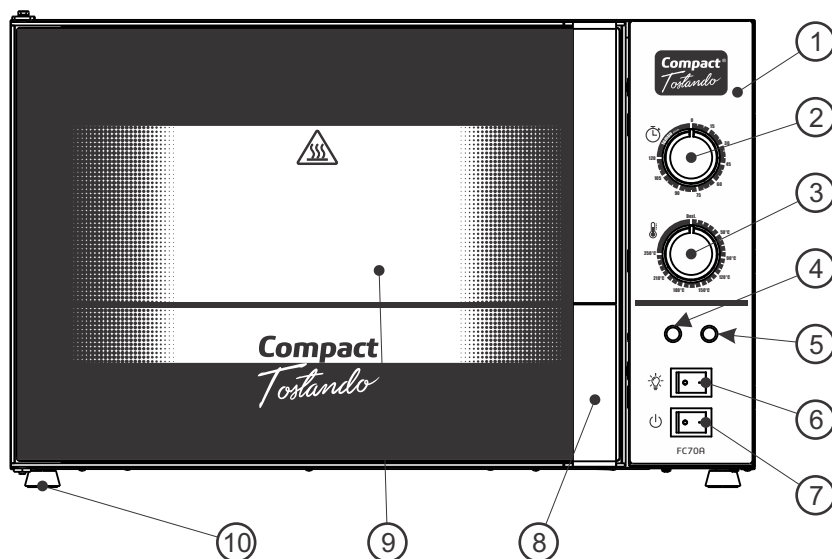

Figura 1
- Posicione o **Interruptor LIGA (I) / DESLIGA (O)** (item 7 – figura 1) na posição Liga (I). A luz do LED Indicador de Funcionamento (cor âmbar) irá acender.
- Gire o **Botão do Termostato** (item 3 – Figura 1) até a temperatura desejada.
- Gire o **Botão do Temporizador** (item 2 – Figura 1) selecionando o tempo desejado. A luz do LED Indicador de Temperatura (cor vermelha) irá acender e permanecerá acesa até o forno atingir a temperatura desejada. Assim que atingir a temperatura selecionada, a luz vermelha se apagará, e o forno entrará em modo de Conservação de Temperatura. Deste modo, o sistema monitorará a temperatura do forno e acionará as resistências automaticamente sempre que a temperatura oscilar para baixo.